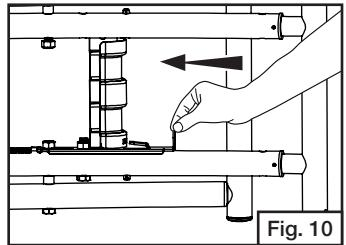

Fig. 10
- **REMARQUE:** Pendant le remorquage du gril, assurez-vous que le support à clapet a bien été inséré dans la fente du support avant. (Fig. 10)